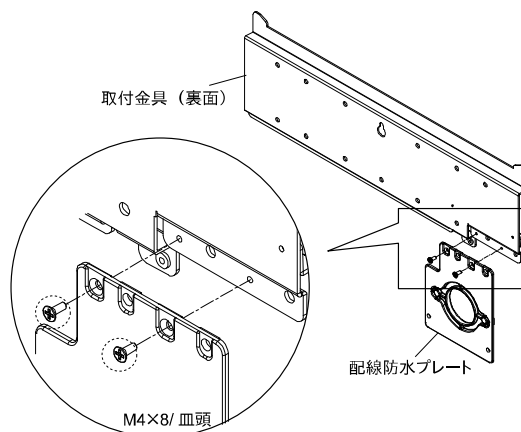

図 6
- ① 配線防水プレートを取付金具にねじ止めします。(M4×8、皿頭) (図 6)